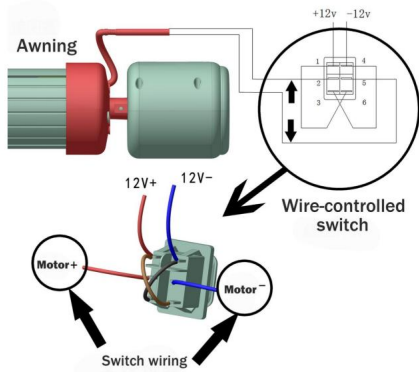

Figura D22
4.2 Después de confirmar que el cableado es correcto, encienda el aparato y presione el interruptor de control de línea para probar la apertura y el cierre del parasol. Si la dirección del botón no coincide con la dirección de la acción de apertura y cierre, cambie los polos positivo y negativo del cableado para ajustar la dirección de rotación del motor (Figura D22).